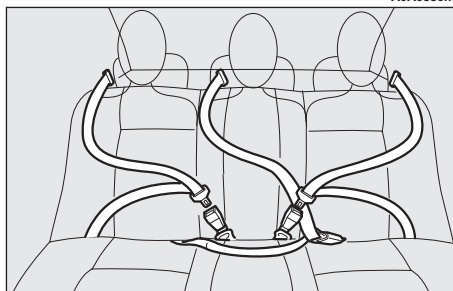

fig. 36
Le siège arrière est pourvu de ceintures de sécurité inertielles à trois points d'ancrage avec enrouleur pour les sièges latéraux et la place centrale (fig. 36).
*Afin de garantir la protection maximum, les ceintures pour les places arrière doivent être attachées suivant le schéma sur la fig. 36.*